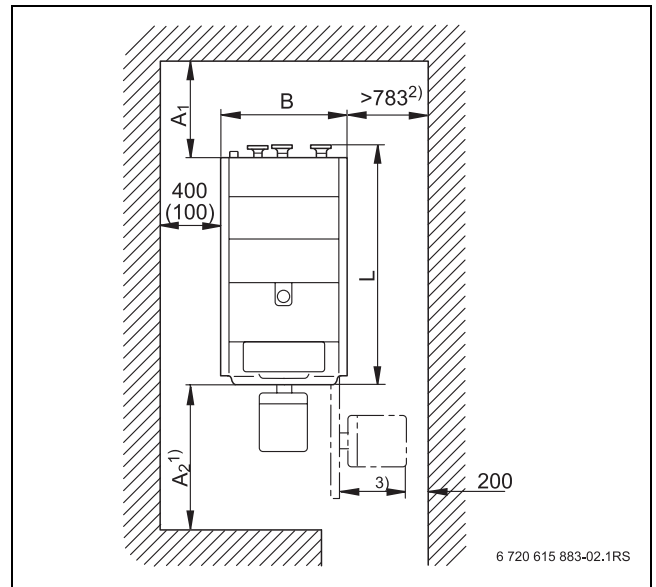

Рис. 2 Помещение для установки котла (см. таб. 4), размеры в мм
▶ При сооружении фундамента или площадки под котёл выдерживайте приведённые минимальные расстояния от стен (значения в скобках) (→ рис. 2 и таб. 4) для беспрепятственного проведения монтажа и технического обслуживания. Передний край котла должен располагаться заподлицо с кромкой фундамента.
Если система управления крепится на кронштейне (дополнительное оборудование) сбоку котла, то необходимо запланировать дополнительное свободное пространство для этого (→ рис. 2, стр. 11).